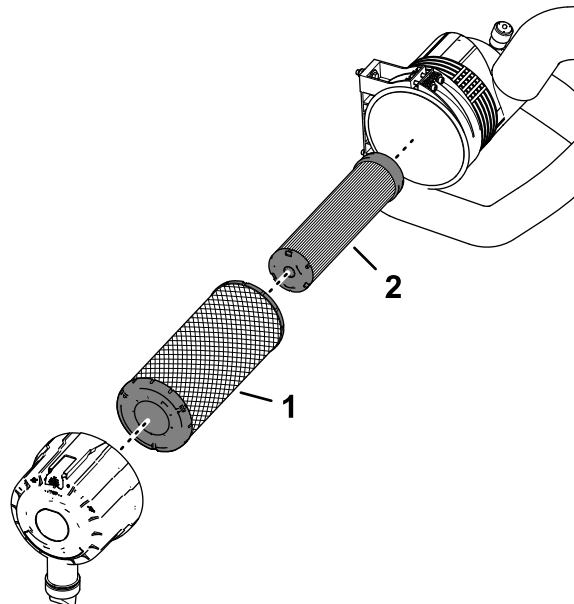

Figure 76
1. Contrôlez l'élément de sécurité du filtre (Figure 76). Remplacez-le s'il est encrassé.
**Important:** N'essayez jamais de nettoyer l'élément de sécurité (Figure 76). Remplacez-le une fois sur trois, quand vous effectuez l'entretien du préfiltre.